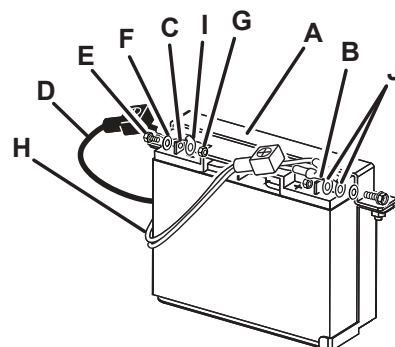

Fig. 10
3. Entfernen Sie die Abdeckung des Minuspols (-) der Batterie und schließen Sie das schwarze Kabel an den Minuspol (-) der Batterie an, wie in Abb. 10 gezeigt.